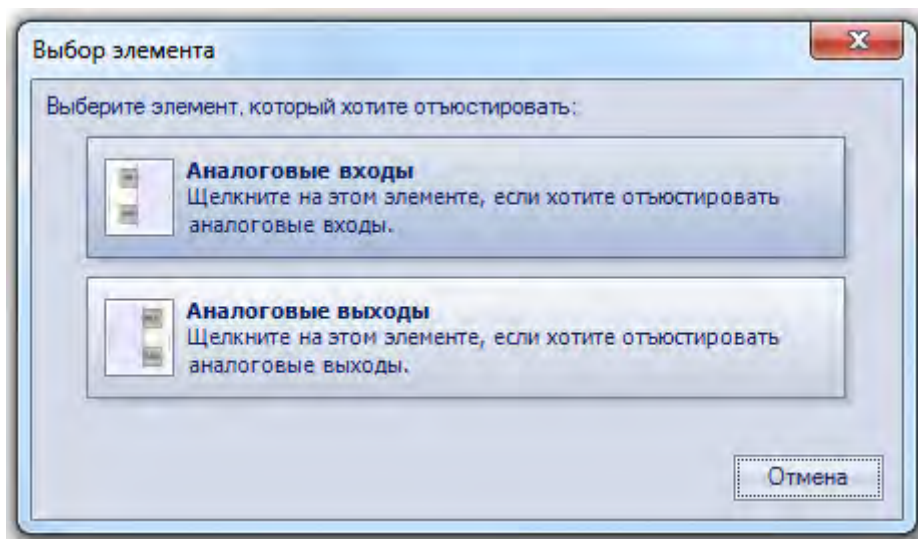

Рисунок 8.2 – Меню юстировки
2. Запустить OWEN Logic и выбрать в меню пункт «Прибор» → «Юстировка входов/выходов» для запуска мастера юстировки. В диалоговом окне «Выбор элемента» выбрать пункт «Аналоговые входы» (см. рисунок 8.2).